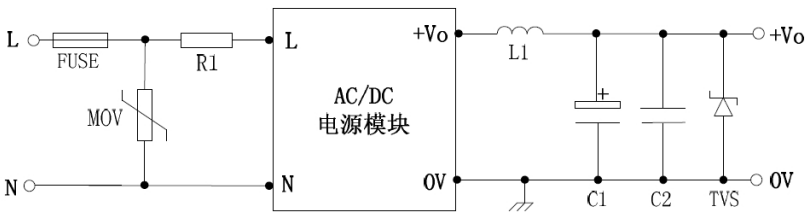
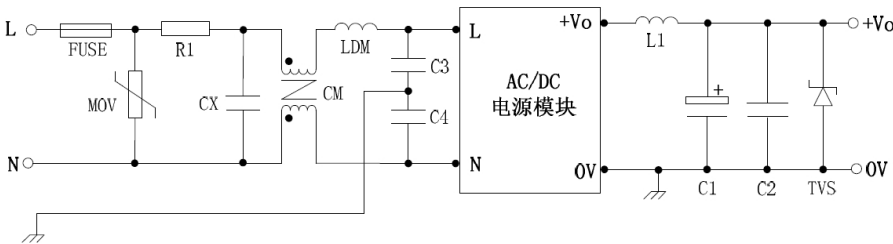

图 1 为一般应用电路
图 2 为 EMC 应用电路
- 5、客户的一般应用要求用图1推荐电路，如果有EMC需求，请使用图2推荐电路。图2具体推荐值如下：